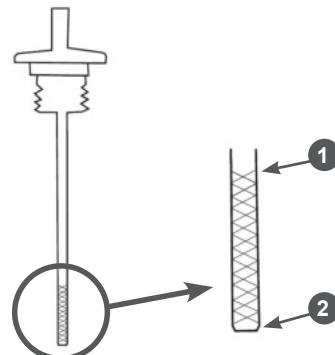

Рис. 11 Крышка-щуп маслозаливной горловины
- Аккуратно вытащите щуп и осмотрите его. Уровень масла должен соответствовать верхней отметке 1 на щупе (Рис. 11).
- При недостаточном уровне масла в картере необходимо долить масло до верхней отметки 1 на щупе (Рис. 11). Не допускайте перелива или превышения максимального уровня масла в картере двигателя.